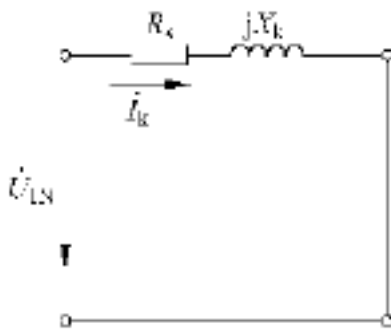

图 5.3
5.22 变压器二次侧短路、一次侧接额定电压时,等效电路如图 5.3 所示,请证明稳态短路电流的标幺值等于 $1/Z_k$ 。